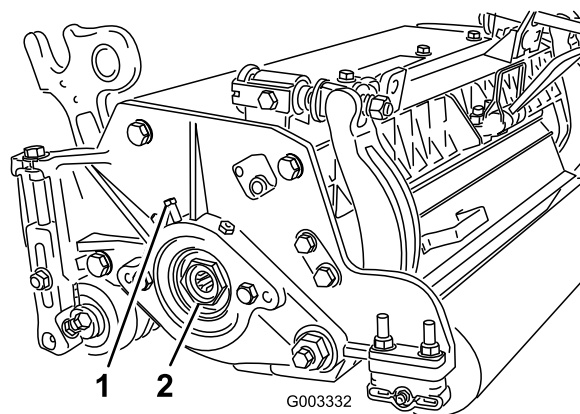

Figura 28
- A. Desaperte o parafuso do conjunto externo segurando porca de ajuste do rolamento localizado no lado esquerdo da unidade de corte (Figura 28).